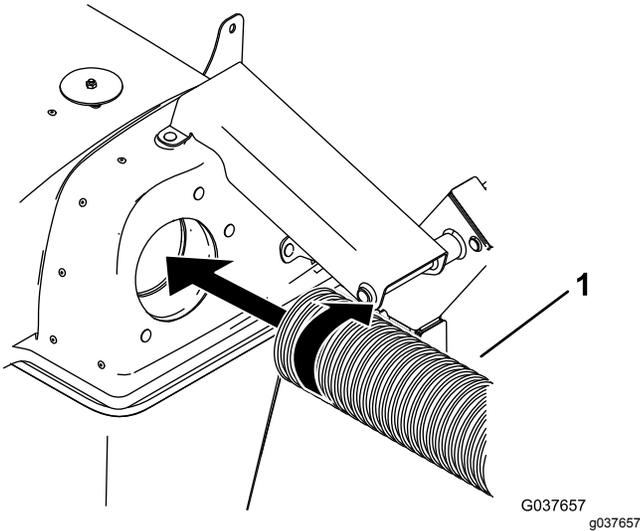

Figure 19
1. Vissez une extrémité du tube dans le capot jusqu'à ce qu'il forme un coude d'environ 90 degrés par rapport au ventilateur et qu'il soit bien fixé (Figure 19).